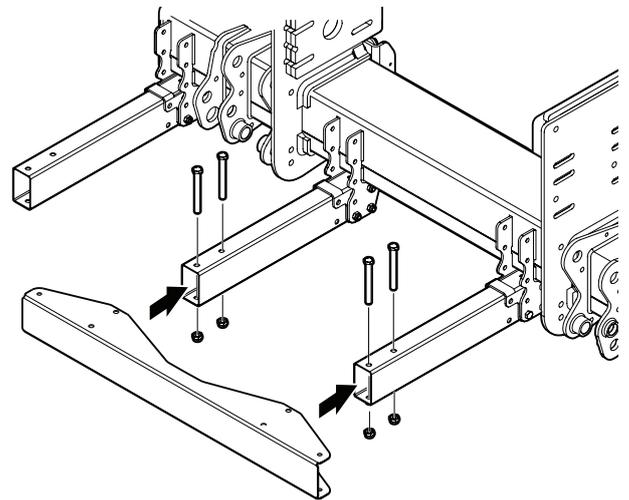

Abbildung 30. Montage des inneren Blechprofils
2. Das mittlere Blechprofil mit den 4 Schrauben M12x110 an den Halterungen montieren. siehe Abbildung 30.